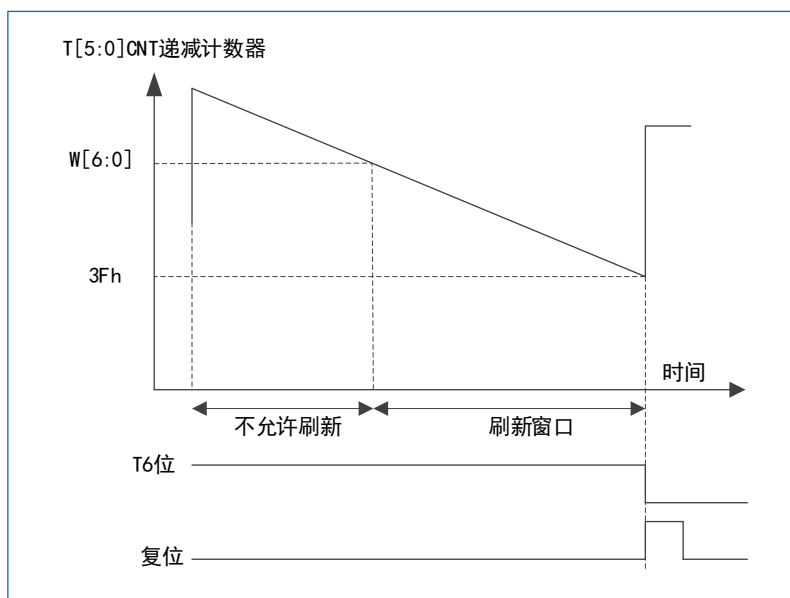

图 16-2 WWDG 时序图
- 当递减计数器在窗口外被重新装载，（若看门狗被启动）则产生复位。具体信息请参见：图 16-2。
T[5:0]位包含了看门狗产生复位之前的计时数目；复位前的延时时间在一个最小值和一个最大值之间变化，这是因为写入 WWDG_CR 寄存器时，预分频值是未知的。配置寄存器（WWDG_CFR）中包含窗口的上限值：要避免产生复位，递减计数器必须在其值小于窗口寄存器的数值并且大于 0x3F 时被重新装载，图 16-2 描述了窗口寄存器的工作过程。另一个重装载计数器的方法是利用早期唤醒中断（EWI）。设置 WWDG_CFR 寄存器中的 EWI 位开启该中断。当递减计数器到达 0x40 时，则产生此中断，相应的中断服务程序（ISR）可以用来加载计数器以防止 WWDG 复位。在 WWDG_SR 寄存器中写‘0’可以清除该中断。
可以使用图 16-2 提供的公式计算窗口看门狗的超时时间。